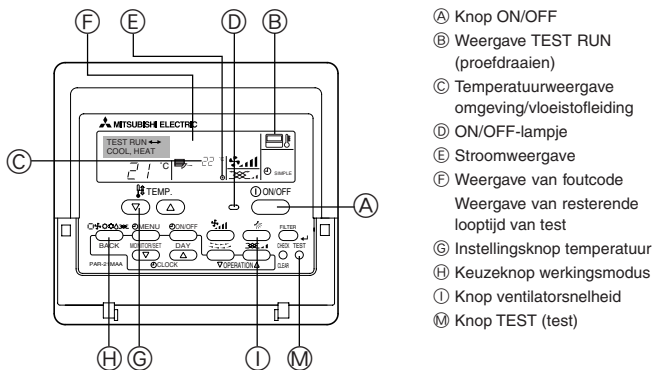

Fig. 7-1
7.2.1. Afstandsbediening met draad (Fig. 7-1)
- ① Schakel het apparaat minimaal 12 uur voor het proefdraaien in.
- ② Druk tweemaal op de toets [TEST]. ⇒ "TEST RUN" in het LCD-venster
- ③ Druk de toets [Mode selection] (Moduskeuze) in. ⇒ Controleer of er lucht wordt uitgeblazen.
- ④ Druk op de toets [Mode selection] (Moduskeuze) en schakel over naar de werkstand koelen (of verwarmen). ⇒ Controleer of er koude (of warme) lucht wordt uitgeblazen.
- ⑤ Druk op de toets [Fan speed] (Windsnelheid). ⇒ Controleer of de luchtuitstroomsnelheid verandert.
- ⑥ Controleer de ventilator van het buitenapparaat op een goede werking.
- ⑦ Schakel het proefdraaien uit met de [ON/OFF]-toets ⇒ Stop
- ⑧ Leg een telefoonnummer vast.